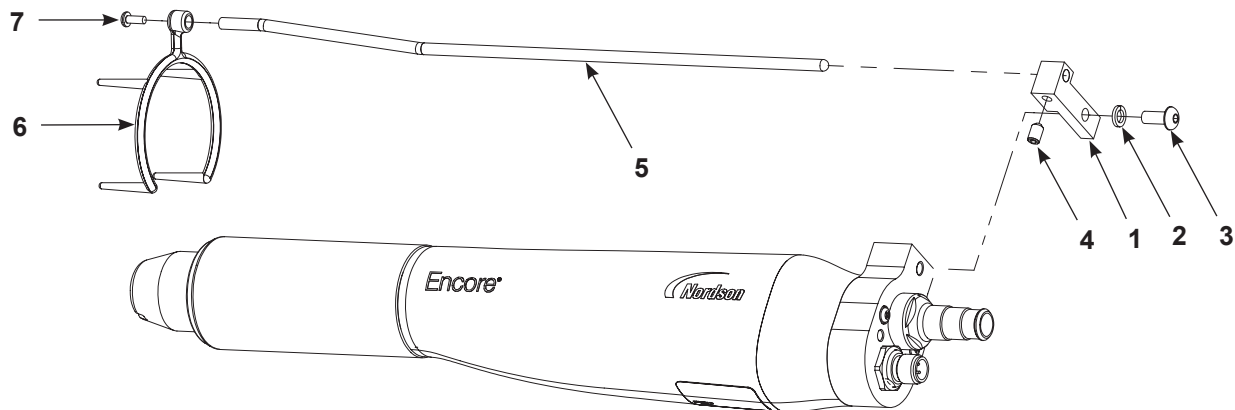

Figura 6 Instalación del colector de iones - Se muestra una boquilla de aplicación plana
1. Ver la Figura 6. Instalar el bloque de montaje (1) en la pistola con la arandela de bloqueo M5 y el tornillo (2, 3).
2. Insertar la varilla del colector (5) en el bloque y asegurarla con el tornillo de ajuste M5 x 8 (4) incluido en el kit de colector de iones.
3. Deslizar la punta multipunto (6) en la tuerca de la boquilla y fijarla a la varilla del colector con el tornillo M3 (7).